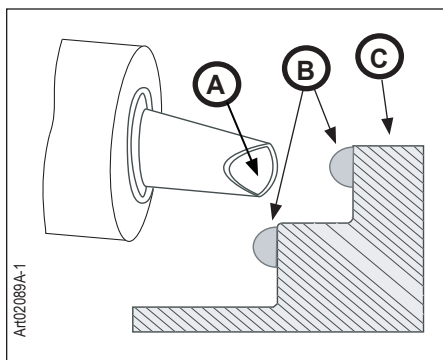
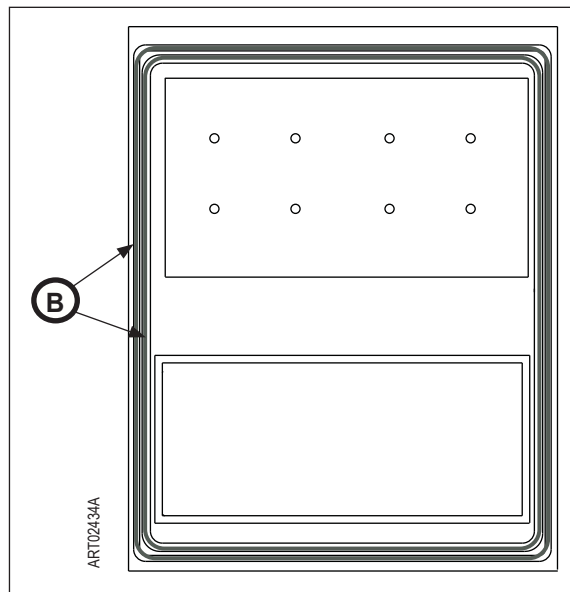

Fig. 11a: Aplicación de mastique en el gabinete del refrigerador
Fig. 11b: Aplicación de mastique en el gabinete del refrigerador
1. Para aplicar un cordón de tamaño correcto que produzca un sellado total, abra el tubo de mastique cortando la boquilla a unos 3/4" (20 mm) del tubo, en un ángulo de 45° (fig. 11a, A).
2. Aplique en dirección horizontal un cordón de mastique de aprox. 1/2" (13 mm) de ancho y aprox. 3/8" (10 mm) de grosor completamente alrededor de la abertura, en dos (2) lugares (fig. 11a, B y fig. 11b, B).